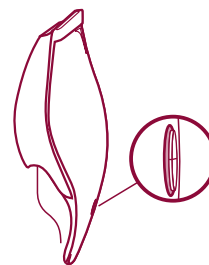

Рис. 6
- Если прибор расположен правильно, сигнальный индикатор, окружающий кнопки, загорится красным светом (рис. 6).